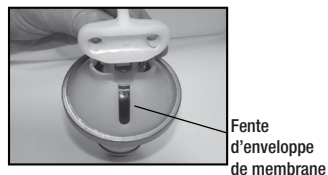

Figure 5
- 7) Installez le levier du pivot et la quincaillerie de connexion pour le nouvel assemblage de pompe à membrane. Assurez-vous que l'orientation soit appropriée selon la fente de l'enveloppe de la membrane (Fig. 5).